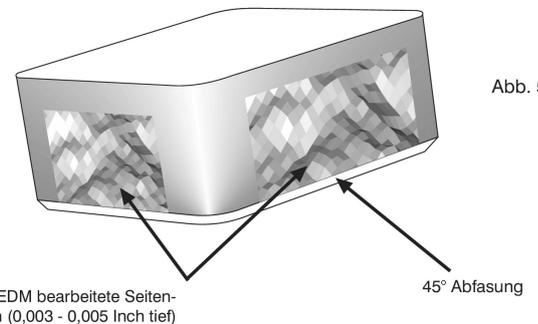
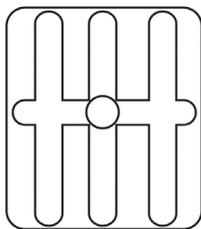

Abb. 5
Abb. 2
**b.** Entlüftungskanäle müssen (Abb. 2, 3 und 4) im unten Bereich in den Einsatzhohlraum geschnitten werden. Eine zusätzliche Entlüftung kann durch die EDM-Bearbeitung aller flachen Seiten des Einsatzes erzielt werden (Abb. 5).